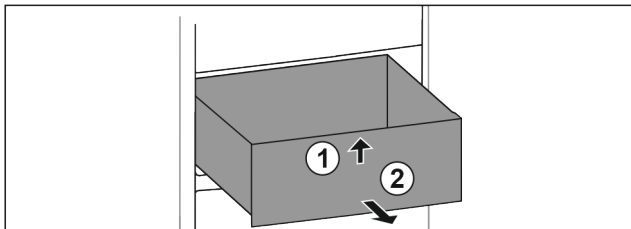

Fig. 137
- ▶ Ngrini lart sirtarin në pjesën përpara. Fig. 137 (1)
- ▶ Hiqeni sirtarin nga përpara. Fig. 137 (2)